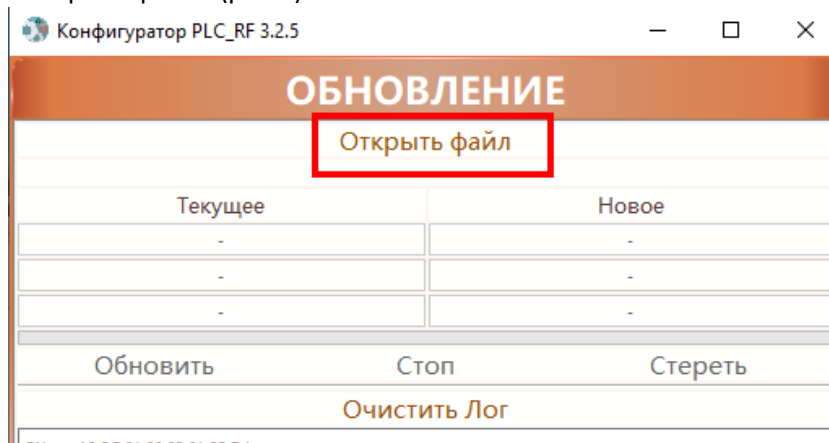

Рис. 5
- Выбрать кнопку «Открыть файл» (рис.5)